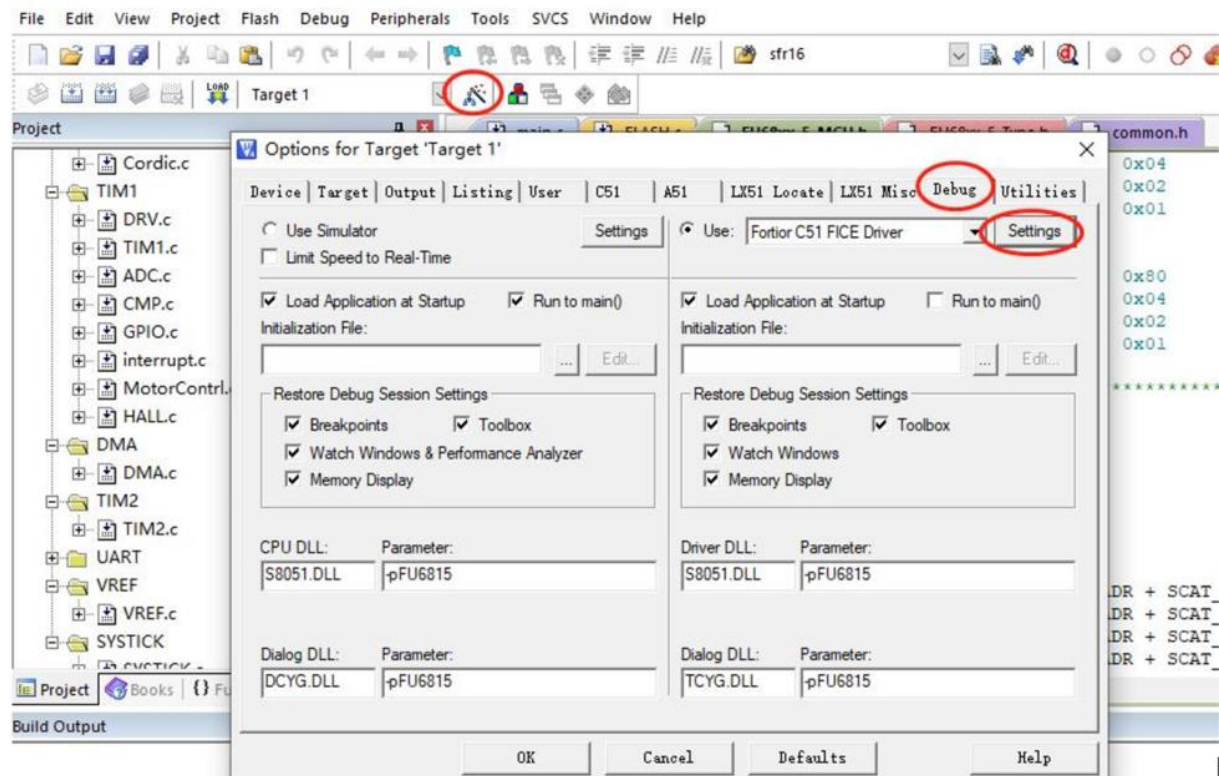

图 33-1 代码保护配置
1. 打开 8051 集成开发工具，编译前进入 Target Options 中并选择 Debug 选项卡，按照上图 33-1 所示进行选择，并点击 Settings 进入下一步设置；
格地址 0x40E4 改为 0x409A, 0x40FF 改为 0x409B; 19. 12.2.24 IAC (0x409C, 0x409D)标题、名称增加 PFC_, 表格地址 0x40E4 改为 0x409C, 0x40FF 改为 0x409D; 20. 13.2.8 FOC_TRGDLY (0x40A5)更新单/三/新单电阻采样模式电阻采样模式描述; 21. 14.2.2.2 60 度强制换相增加分段, 将测位失败描述和强制换相分段; 22. 14.3.6 TIM1_IER (0x406D)[3]纠正 T1RUIE 为 T1ROIE; 23. 15.1.4 输入信号滤波和边沿检测框图、15.1.5 输入捕获模式原理框图、15.1.6 输入计数模式原理框图中 GP07 纠正为 GP10,T2SSEL 纠正为 T2SEL, 15.1.7 QEP&RSD 模式原理框图 T2SSL 纠正为 T2SSEL, 15.1.8 步进模式删除“方向改变会产生 TIM2_CR1[T2IR]中断事件标志位。”; 24. 15.2.1 TIM2_CR0 (0xA1) T2IRE 描述“步进模式: 方向改变中断使能”改为“步进模式:无意义”; 25. 21.3.7 P1_AN (0x4050)HDIO 增加类型与复位值; 26. 22 ADC 章节 ADC_SCYC 寄存器拆开成 22.4.3 DAC_CR(0x4035)、22.4.4 ADC_SCYC(0x4038)描述; 27. 22.4.15 ADC10_DR (0x0FEC,0x0FED) 表格中 ADC10_DRH(0x0FC)纠正为 ADC10_DRH(0x0FEC); 28. 29.2.2 低压检测操作说明纠正“低电压复位电压可设置为 3.0/3.5/3.8V 四个档位。”档位数三; 29. 33.2 代码保护操作说明更新图 33-1 代码保护配置; 30. 采用数据手册标准 V7.8, 优化文档结构。